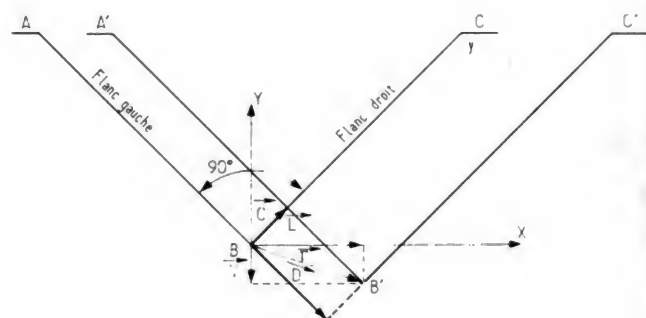
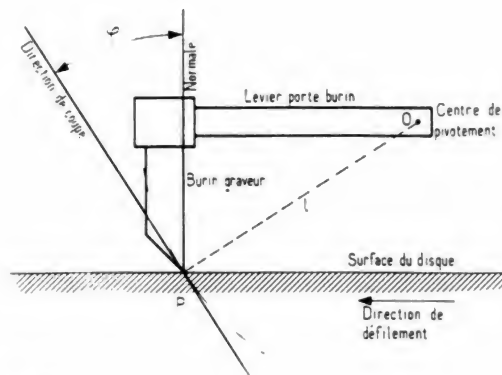
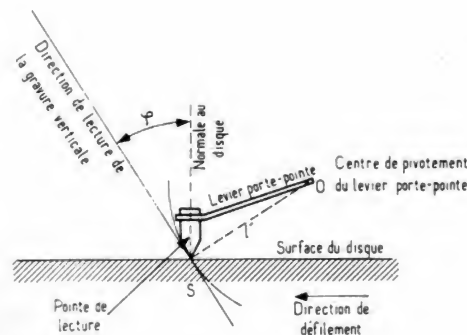

Fig. 2
Fig. 3
Fig. 4
Fig. 2. — Coupe d'un sillon (appartenant à une gravure stéréophonique) par un plan perpendiculaire à la surface du disque, selon un rayon. Vu de l'avant du phonolecteur, selon les conventions RIAA de 1957, le canal droit est porté par le flanc BC à droite, et le canal gauche par le flanc AB. Le tracé ABC correspond au sillon non modulé qui, sous l'effet de la gravure vient en  $A'B'C'$ , mettant en évidence le vecteur gravure  $\vec{I}$ , ainsi que ses composantes droite  $\vec{D}$  et gauche  $\vec{G}$  ( $\vec{I} = \vec{D} + \vec{G}$ ), qui peut aussi se décomposer selon les axes BX (horizontal) et BY (vertical), révélant une compo-
(fig. 2) une gravure latérale et une gravure verticale (d'ailleurs, les célèbres phonolecteurs stéréophoniques de DECCA opèrent toujours, en lisant séparément les composantes latérale et verticale, pour en extraire les informations propres aux deux canaux). Cette erreur de piste « verticale » (perceptible qu'aux très forts niveaux de gravure) a même mécanisme que la précédente (fig. 3) ; mais sa correction intéresse davantage les éditeurs de disques et les constructeurs de phonolecteurs (fig. 4) que la géométrie du bras (en dehors de sa hauteur au-dessus du plateau). La solution a consisté dans une normalisation de l'angle de lecture vertical, que les constructeurs de phonolecteurs s'engagent à respecter, et qui est observé, quand la face plane supérieure du phonolecteur est parallèle au disque, en fonc-
Fig. 4. - La solution adoptée par les fabricants de phonoclecteurs est de faire en sorte que la direction de lecture (toujours assimilée à la tangente en S, au cercle de rayon OS) fasse également l'angle  $\varphi$  avec la normale au disque (laquelle doit se confondre avec l'axe de la pointe lectrice).
Fig. 5. - Aspect d'une gravure à composante uniquement verticale ( $D = -G$ , fig. 2), d'un signal déplaçant le burin à la même vitesse constante (au sens près), à la descente comme à la remontée (lu par un transducteur de vitesse - phonoclecteur magnétique par exemple - cela donnerait, en tension, un signal carré). En (I) gravure sans déviation verticale, en (II) avec déviation verticale non nulle ( $\varphi \neq 0$ ), faisant apparaître la modulation de fréquence caractéristique (la partie A'B', correspondant à l'enfoncement, est allongée; et l'autre B'C' raccourcie). En (III), influence de l'effet « springback ». Lors de son enfoncement le burin (selon A'B') comprime devant lui la matière qu'il grave, en même temps qu'il en détache un copeau. Lorsque diminue la contrainte, la matière comprimée, possédant une légère élasticité résiduelle, se détend: la gravure prend, selon B.B. Bauer, l'allure d'un « sarcophage », tout en modifiant de façon variable (cela dépend de l'amplitude) et pratiquement imprévisible, l'angle vertical de gravure, donc la déviation à corriger. Cela justifie que les normalisations intervenues hâtivement en ce domaine soient fluctuantes. Débutant avec  $\varphi = 15^\circ$ , on passa successivement à  $18^\circ$ ,  $20^\circ$ ,  $23^\circ$  (en raison du « springback »). Actuellement, on est assez discret sur ce point; d'autant que si l'erreur de piste verticale à la lecture n'est pas trop forte (elle peut prendre des valeurs notables avec un changeur automatique), elle n'entraîne pas de distorsions spécialement gênantes.